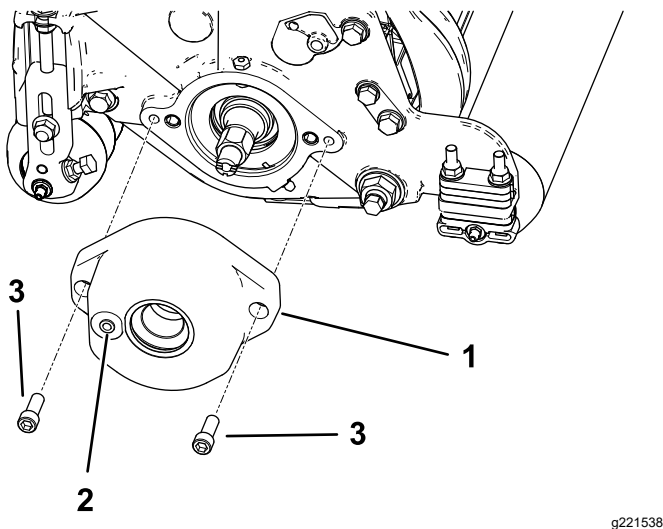

Figure 4
2. Modèle 03408 seulement : montez le carter de brosse sur le logement de roulement de cylindre avec 2 boulons à tête creuse hexagonale ( $\frac{3}{8}$ " x 1") ; voir Figure 4.